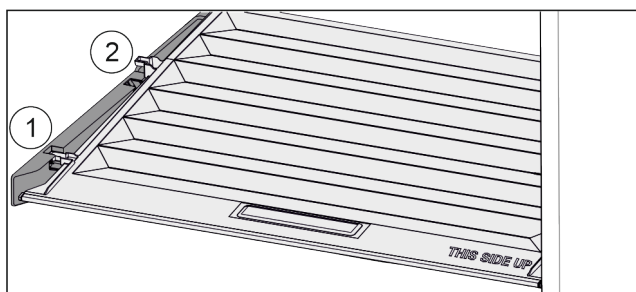

Fig. 36
- Deckel bis zur Öffnung in den Halteteilen nach vorne ziehen Fig. 36 (1).
- Hinten von unten anheben und nach oben wegnehmen Fig. 36 (2).